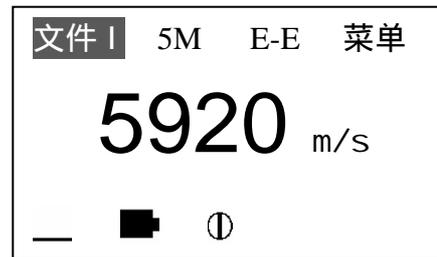

图 30
a. 用 **MODE** 键将光标移至文件，图 30：
a. 按 **MODE** 键将光标移至文件，按 \leftarrow 键切换选择文件，如图 30。